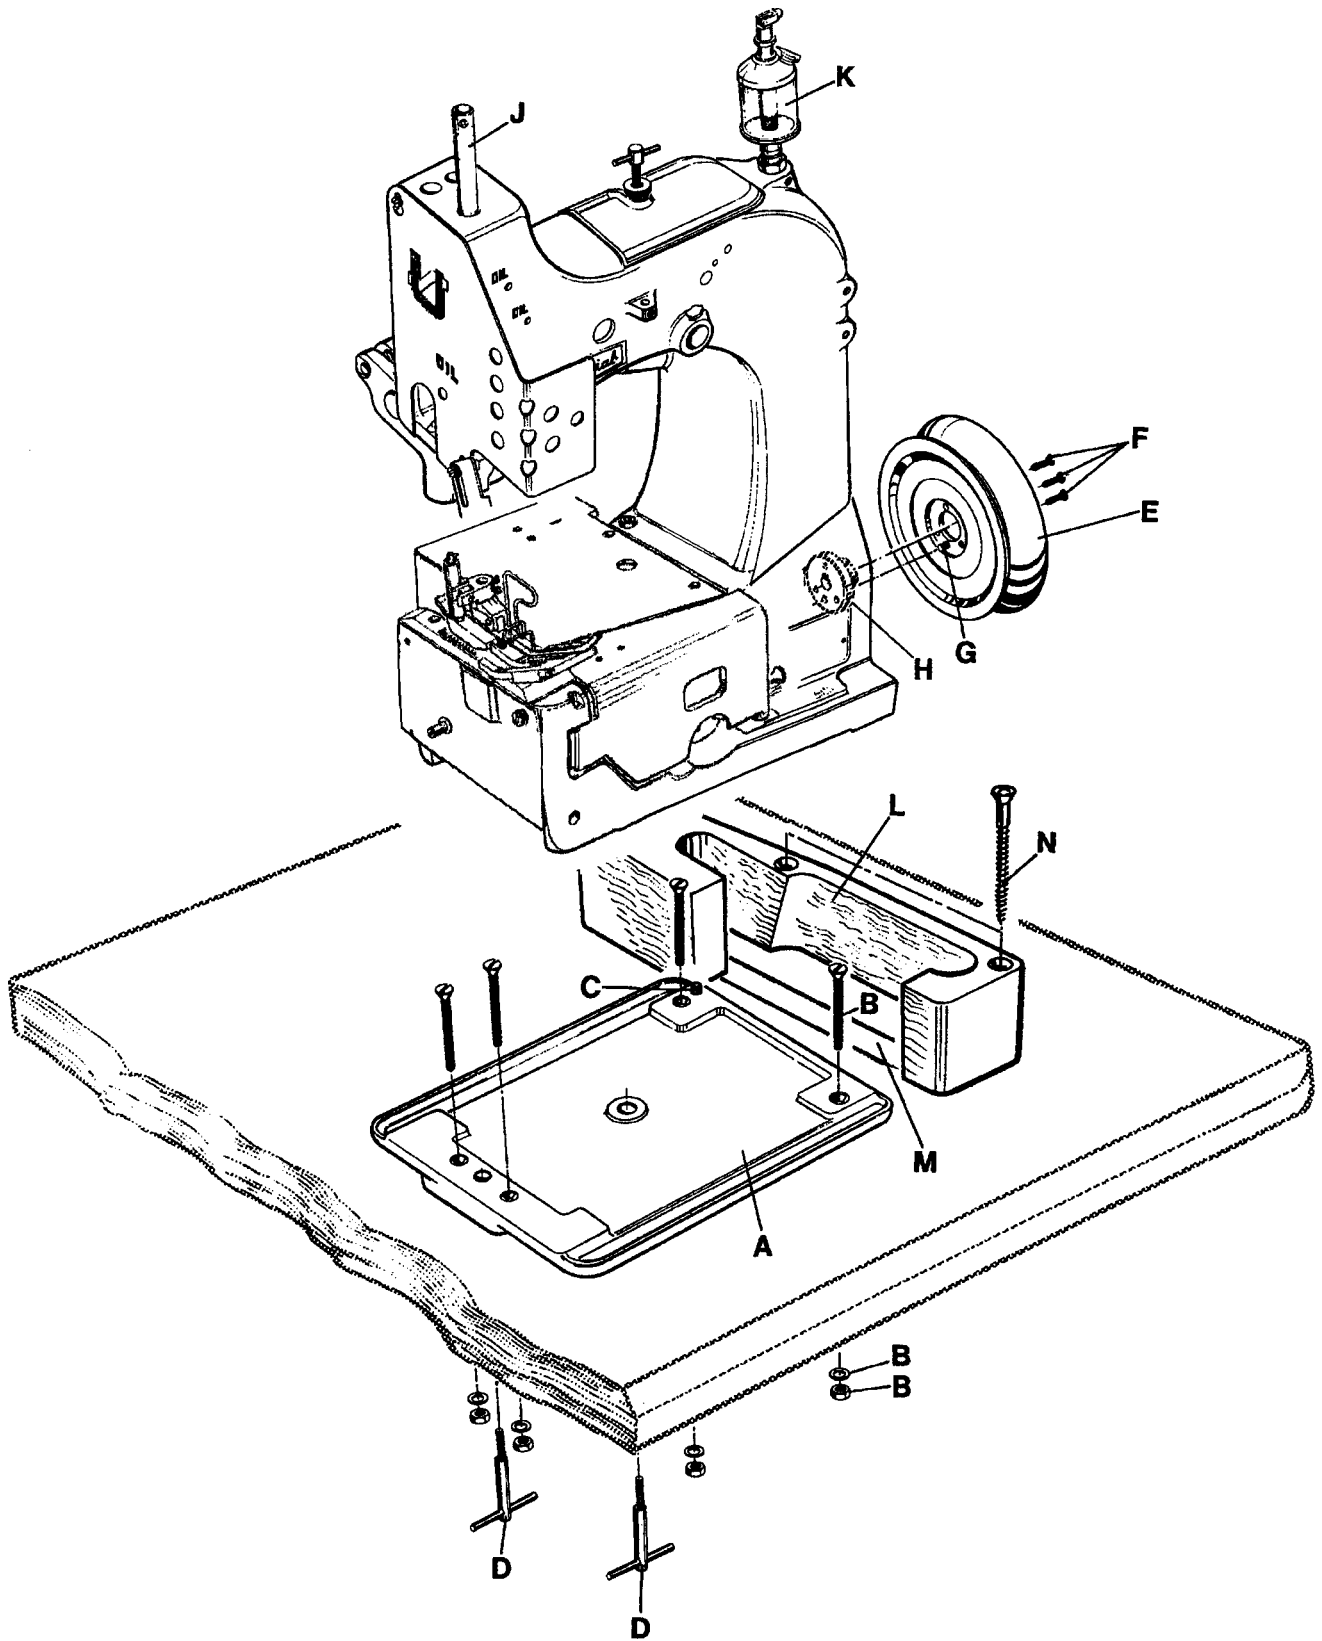

Fig. 1
2. Mount the base plate (A, Fig. 1) with four screws, nuts and washers (B) in the provided holes on the table board.
3. Place the sewing machine on the base plate so that the roll pin (C) in the base plate engages with the right rear hole in the machine base.
4. Fasten the sewing machine with the two T-screws (D) on the base plate.
6. Assemble the handwheel pulley (E) with three countersunk screws (F) to the sewing machine. Pin (G) must engage with the hole in hub (H).
7. Screw in needle bar guard (J).
8. Screw in sight feed oiler (K).
9. Align the handwheel belt guard (L) with the V-belt slot (M) in the table board and with the handwheel pulley and fasten it with two wood screws (N) on the table board.
2. Montieren Sie die Grundplatte (A, Fig. 1) mit vier Schrauben, Muttern und Scheiben (B) in den dafür vorgesehenen Bohrungen auf der Nähtischplatte.
3. Stellen Sie die Nähmaschine auf die Grundplatte, so daß die Spannhülse (C) in der Grundplatte in der Bohrung rechts hinten im Maschinensockel eingreift.
4. Befestigen Sie die Nähmaschine mit den beiden Knebelschrauben (D) auf der Grundplatte.
6. Montieren Sie die Handrad-Riemenscheibe (E) mit drei Senkschrauben (F) an die Nähmaschine. Der Stift (G) muß in die Bohrung in der Nabe (H) eingreifen.
7. Schrauben Sie den Nadelstangenschutz (J) ein.
8. Schrauben Sie den Tropföler (K) ein.
9. Richten Sie den Handrad-Riemenschutz (L) zum Keilriemenschlitz (M) in der Nähtischplatte und zur Handrad-Riemenscheibe aus und befestigen Sie ihn mit zwei Holzschrauben (N) auf der Nähtischplatte.